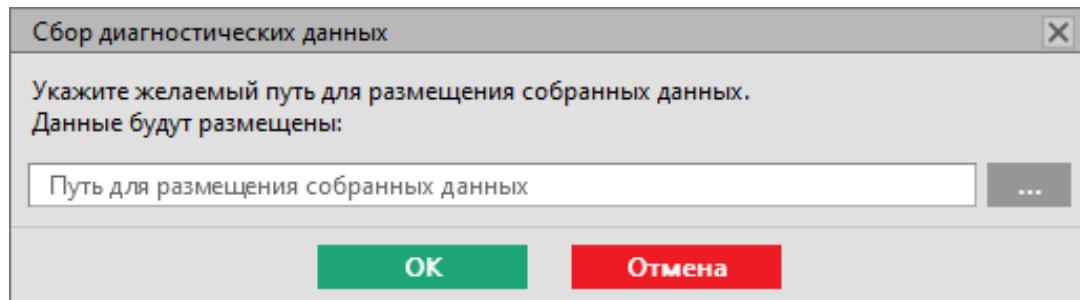

Рисунок 540 - Директория сохранения данных
6. Выберите директорию сохранения данных и нажмите **OK** (Рисунок 540).